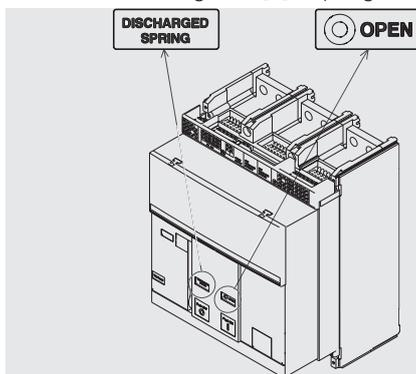

Figura 18
1. Controlar que el interruptor esté abierto (indicador abierto/cerrado "O - OPEN") y controlar que los resortes estén descargados (indicador resortes "blanco - DISCHARGED SPRING") como indicado en Figura 18.